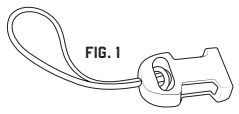

FIG. 2
2. Take the small loop connector on the modular female buckle and thread it through the captive hole in the bottom of the barcode scanner gun. [fig. 2]
2. Pase el lazo de la hebilla hembra por el orificio de sujeción de la parte inferior de la pistola de escáner. [fig. 2].